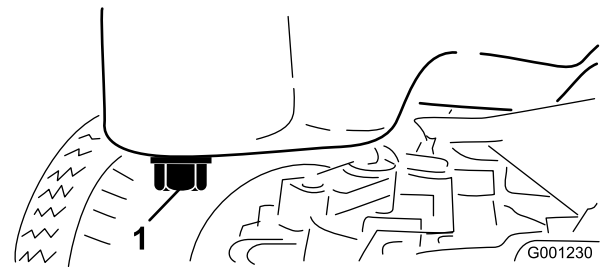

Figura 49
3. Coloque un recipiente debajo del capó, alineado con el tapón de vaciado (Figura 49).